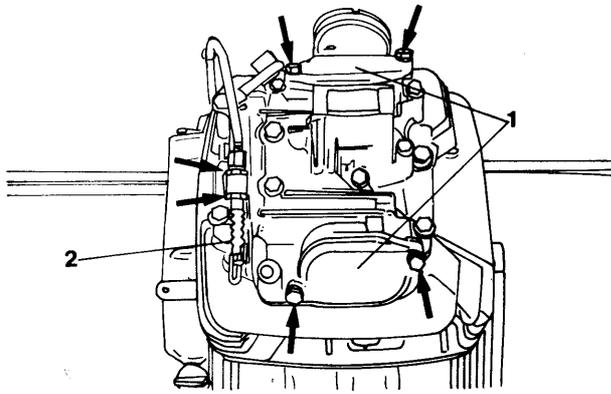

Bild 36
- Die Kontermutter des Dekompressorseilzugs lösen und den Seilzug («2» in Bild 36) vom Halter abnehmen.
- Die Ventileinsteldeckel («1» in Bild 36) abnehmen.